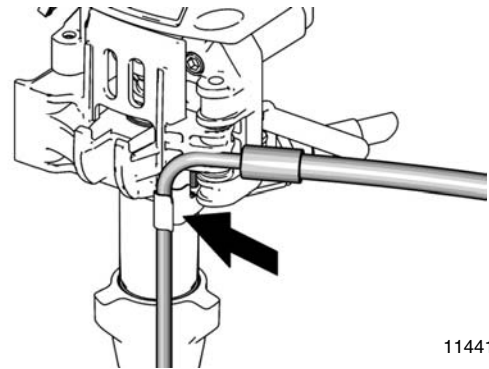

FIG. 24
7. FIG. 24. Fixer le flexible de vidange sur le pulvérisateur.